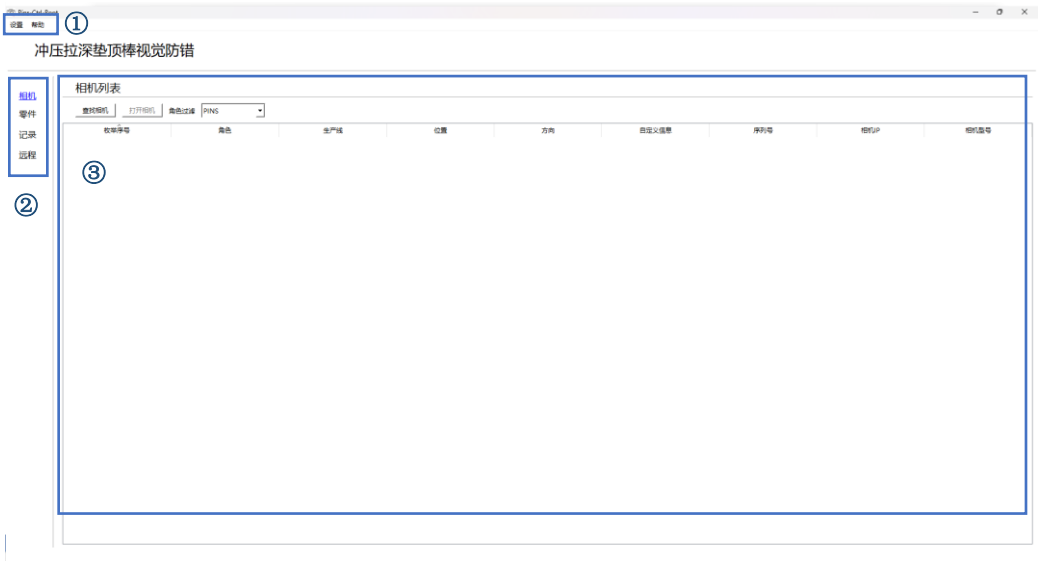

图 2.1.1 主界面
打开软件后弹出“Pins-Ctrl”主界面，分为三部分如图 2.1.1 所示。①为顶部菜单栏，主要包含批量导入工艺文件以及软件关于信息，②为侧边菜单栏，包含相机枚举列表、零件列表、检查记录列表以及 TCP 服务器功能，③为功能交互区。